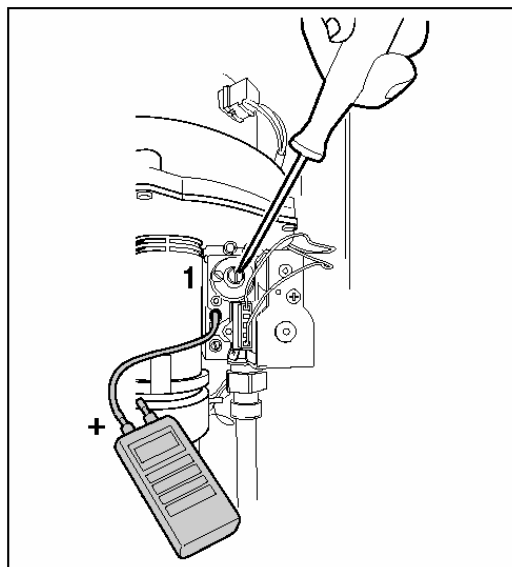

fig. 28 Inställning av gas/luftförhållanden
- Täckskraven tas bort med en flat skruvmejsel (fig.28, pos.1).
- Skruven till inställning av brännartrycket (fig.28, pos.1) ställs in till den korrekta tryckdifferensen (gas/luftförhåll.) med hjälp av en 4 mm unbraknyckel.
- Täckskraven monteras tillbaks (se fig.28, pos.1)